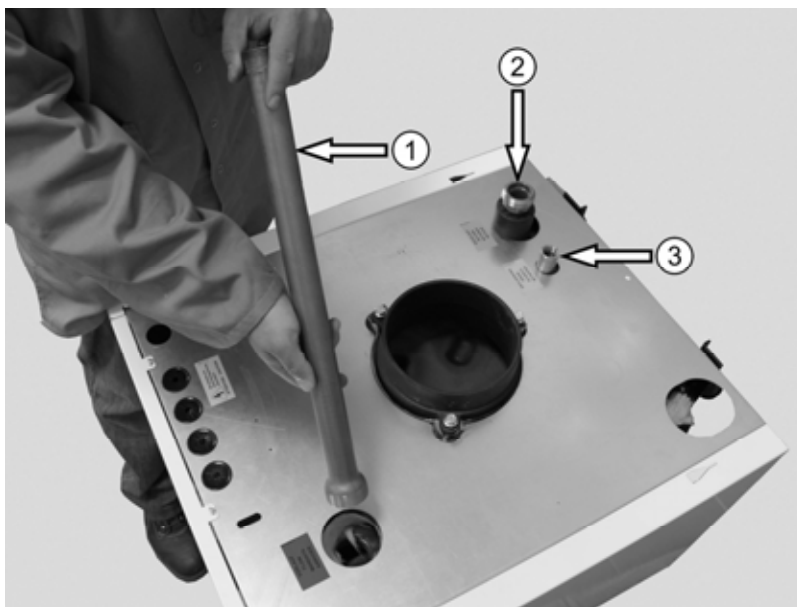

Fig. 14: Raccord à la chaudière du tuyau départ ① et de retour ② (1½") et aussi l'embout male ③ à étanchéifier et à monter aux raccords.
Les tuyaux et les rapports de la Fig. 14 à la Fig. 21 doivent être étanchéifiés sans faute, pour éviter toute fuite d'eau !
La Fig. 14 montre le raccord à la chaudière du tuyau d'arrivée ① (94.16144-5410) de la série EcoStar 750. En ce qui concerne la série EcoStar 720, pour raccorder la chaudière au tuyau d'arrivée, le set de raccordement (94.74000-5007) est à utiliser. Il figure dans le set d'accessoires.